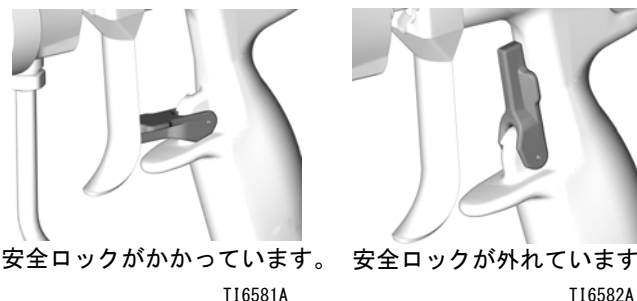

図 . 12
1. 引金のセーフティロックを掛ける。図図 . 12 を参照のこと。
4. 引金のセーフティロックを外す。図図 . 12 を参照のこと。
7. 引金のセーフティロックを掛ける。図図 . 12 を参照のこと。